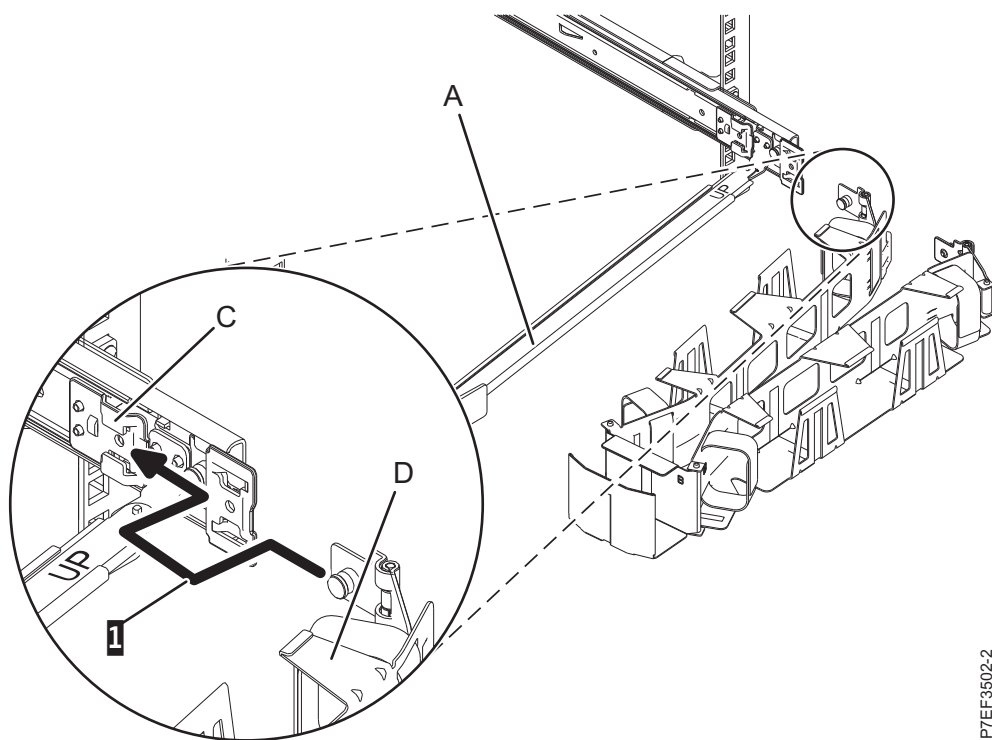
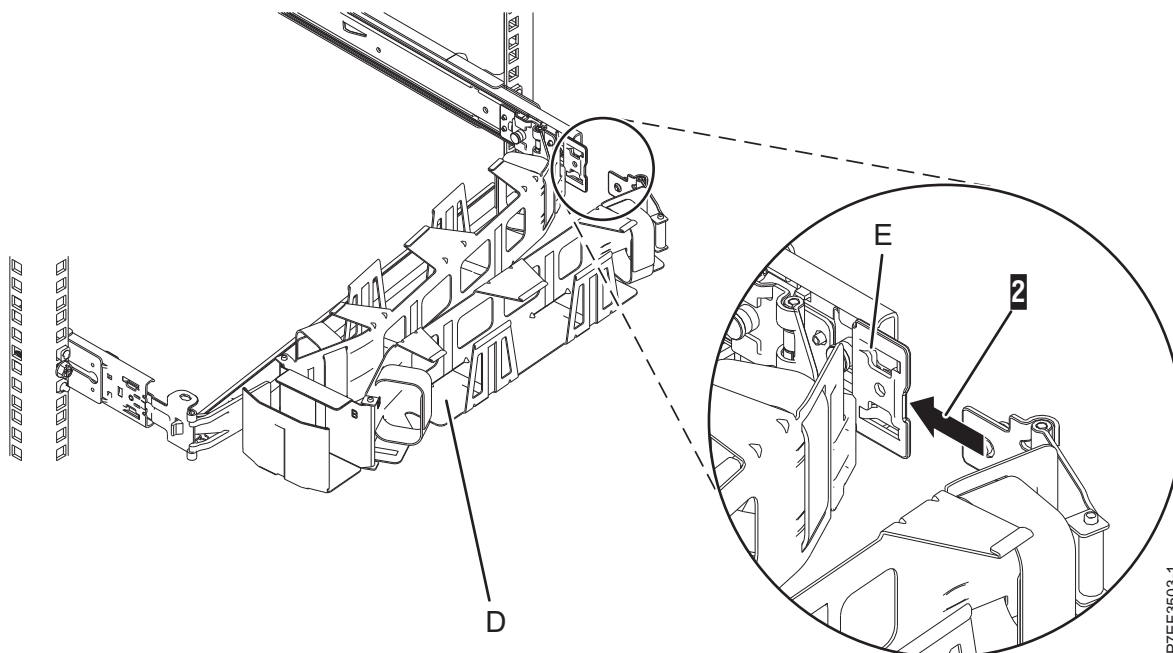

Figura 15. Deslizamiento de la pestaña del brazo portacables en la ranura de la abrazadera de montaje
Figura 16. Deslizamiento de la pestaña del otro brazo portacables en la abrazadera de extensión
7. Coloque el brazo portacables (D) en el brazo de soporte (A). Deslice la primera pestaña del brazo portacables en la ranura de la abrazadera de montaje (C). Empuje la pestaña hasta que el pestillo accionado por resorte quede encajado en su sitio. Deslice la otra pestaña del brazo portacables en la abrazadera de extensión (E) de la parte externa del riel derecho (2). Empuje la pestaña hasta que el pestillo accionado por resorte quede encajado en su sitio. Para obtener los detalles, consulte Figura 15 y Figura 16 en la página 12.